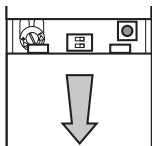

Figura 2
2. **Abra la caja del prolongador de la campana.** Presione la tapa con el pulgar y retire la campana deslizando como se indica en la Figura 2.